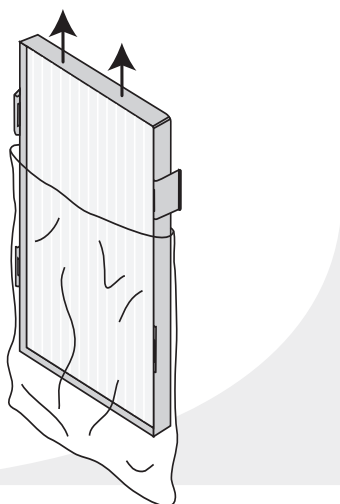

FIG. 8
3. **Saque** el filtro HEPA de la bolsa de plástico (Fig. 8).